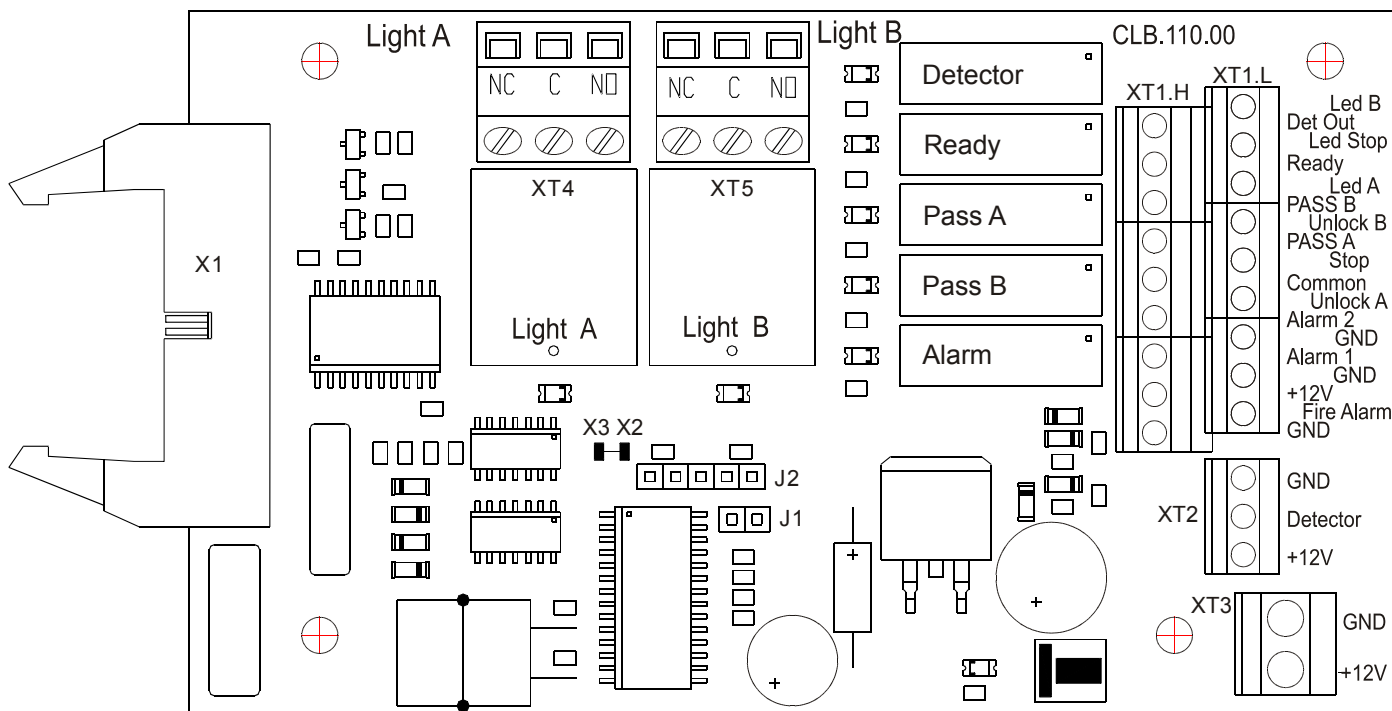
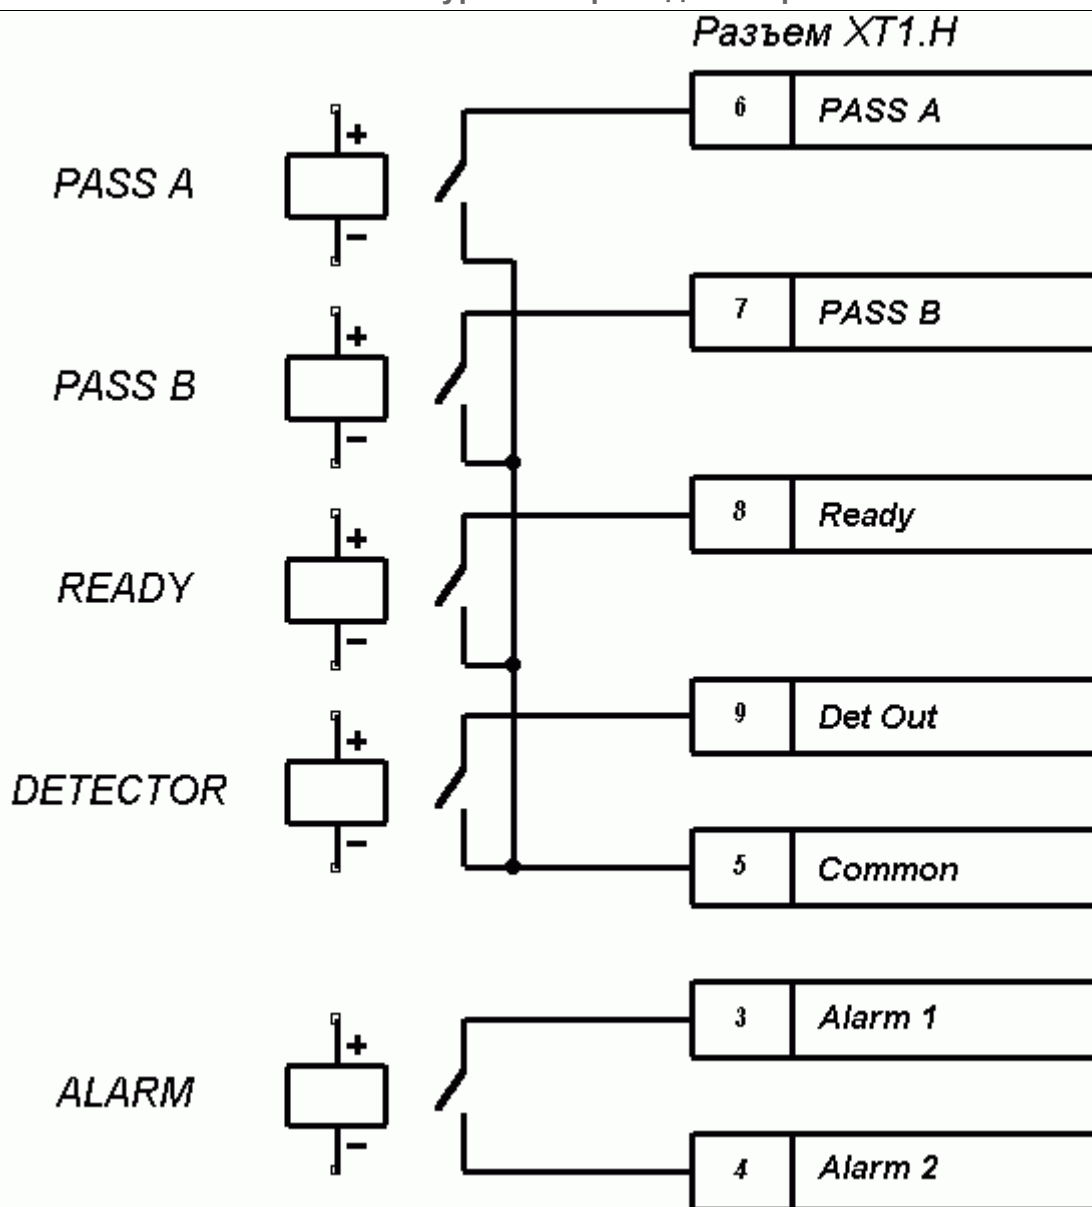

Рисунок 2 - Внешний вид платы CLB
Рисунок 6 – Выходные каскады для PASS A, PASS B, Ready, Det Out и Alarm
Изменить ориентацию пульта управления относительно установки турникета (если по месту установки турникет обращен к оператору не лицевой, а тыльной стороной) можно, поменяв местами провода от пульта управления, подключаемые на контакты Unlock A и Unlock B, а так же Led A и Led B соответственно (см. рис. 2 и 3).
5.2.5 На плате CLB (см. рисунок 2) расположены:
5.4.3 Реле PASS A (контакты PASS A и Common), PASS B (контакты PASS B и Common), Ready (контакты Ready и Common), Detector (контакты Det Out и Common) и Alarm (контакты Alarm 1 и Alarm 2) имеют нормально-разомкнутые контакты. При этом общий для этих реле контакт Common не соединён с минусом источника питания турникета. В исходном (неактивном) состоянии при включенном питании контакты реле PASS A, PASS B, Ready и Detector замкнуты (на обмотку реле подано напряжение), а контакты реле Alarm разомкнуты (напряжение на обмотку реле не подано). Факт срабатывания/отпускания реле PASS A, PASS B, Ready, Detector и Alarm можно определить по загоранию/гашению красных индикаторов, которые установлены вблизи указанных реле (см. рисунок 2). Выходные каскады для PASS A, PASS B, Ready, Det Out и Alarm — контакты реле (см. рисунок 6) со следующими характеристиками сигналов: